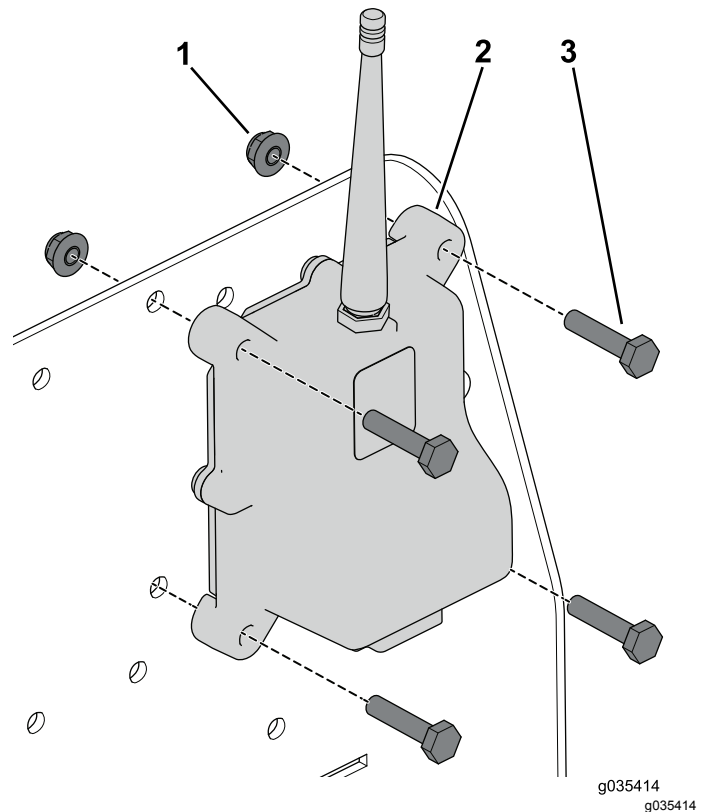

Bild 11
1. Befestigen Sie den Transceiver mit den vier Schrauben ($\frac{1}{4}$ " x $\frac{3}{4}$ ") und Bundmuttern (Bild 11).